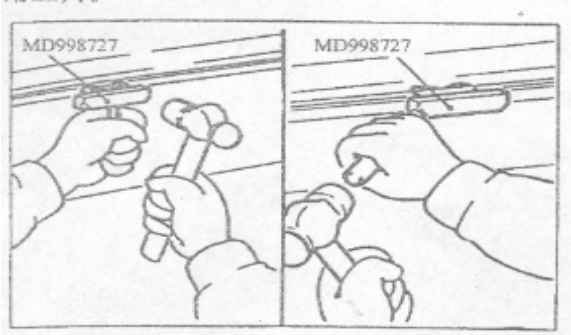

图 3-35
(1) 油底壳的拆卸
- 如图 3-35 所示在油底壳与气缸体之间敲入专用工具。